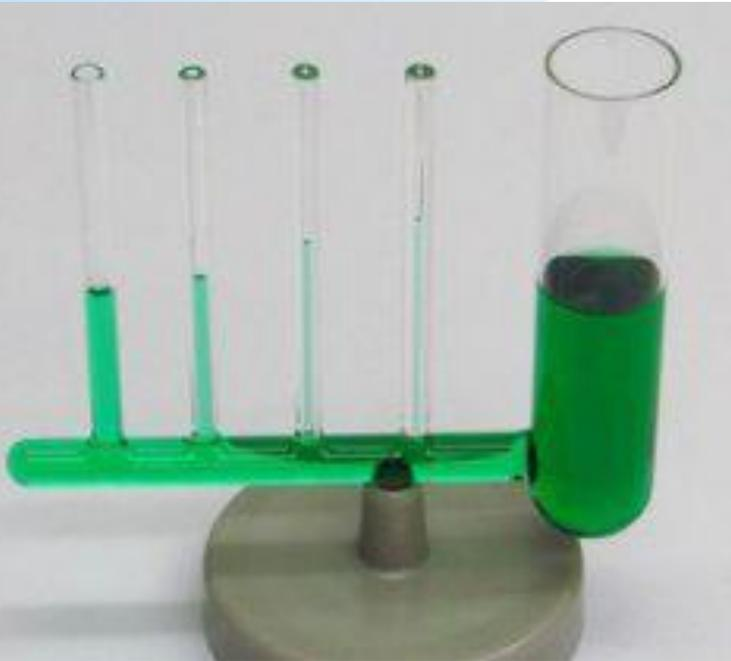

Рис. 8
Высота поднятия (опускания) жидкости в капилляре обратно пропорциональна его  $r$  (формула (9), рис. 8).